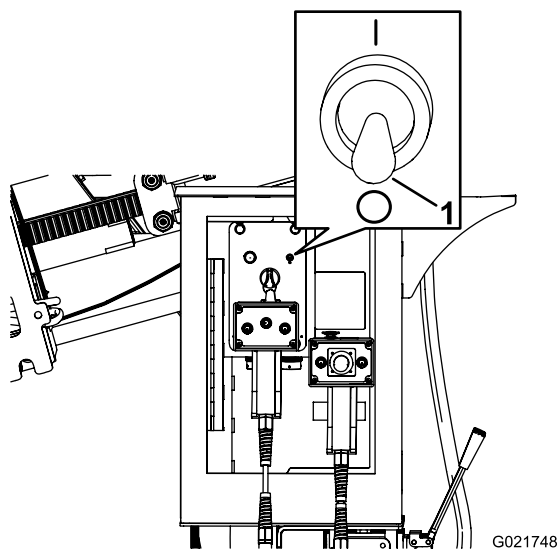

Figura 153
- Asegúrese de que el interruptor de la manguera de pulverización está en la posición de Apagado (Figura 153).